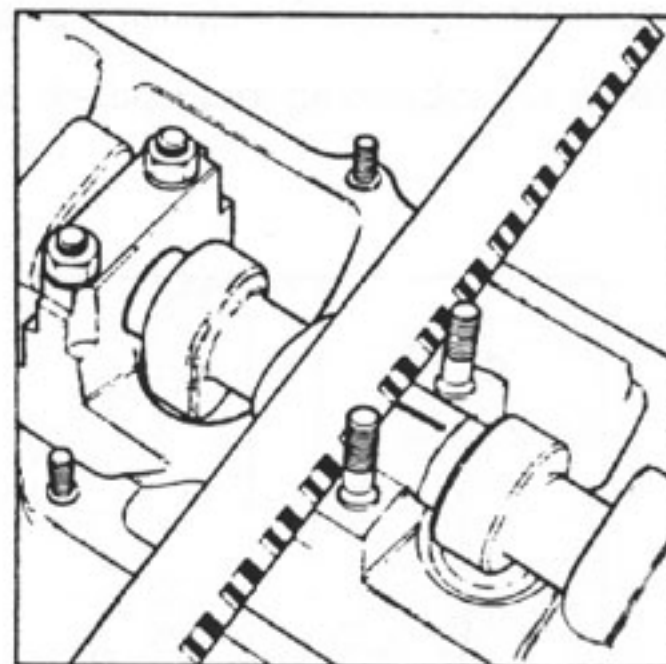

Fig.67 - Folga Radial
- Remover as capas dos mancais e medir a folga, utilizando a escala da embalagem do "Plastigage" (fig.67).